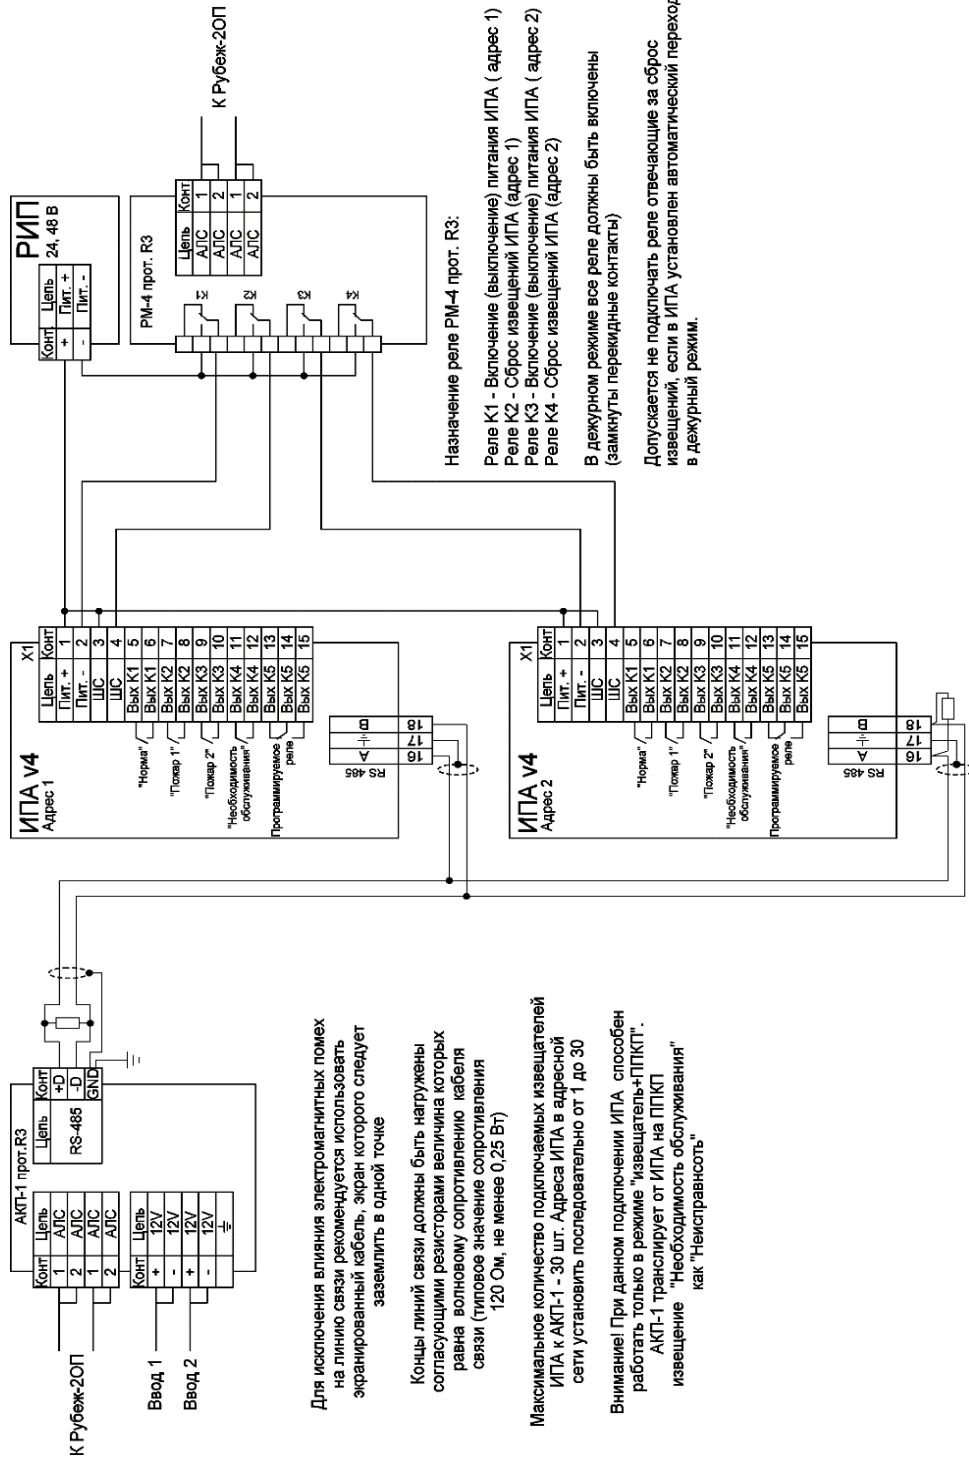

Рисунок 11 - Схема подключения к системе «Рубеж»
19.3 Схема подключения к системе «Рубеж» (протокол R3) через АКП (рисунок 11).